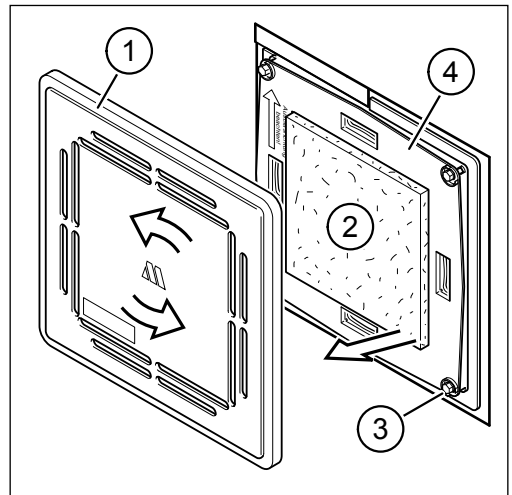

Abb. 30: Ansaugset ausbauen
- ▶ Drehen Sie den Ansaugdeckel (Pos. 1 in Abb. 30) gegen den Uhrzeigersinn und ziehen Sie ihn nach vorne ab.
- ▶ Entfernen Sie den Luftfilter (Pos. 2 in Abb. 30).
- ▶ Lösen Sie die 4 Befestigungsschrauben (Pos. 3 in Abb. 30) des Filterträgers mit einem Sechskantschlüssel Größe 10.
- ▶ Entfernen Sie den Filterträger (Pos. 4 in Abb. 30).